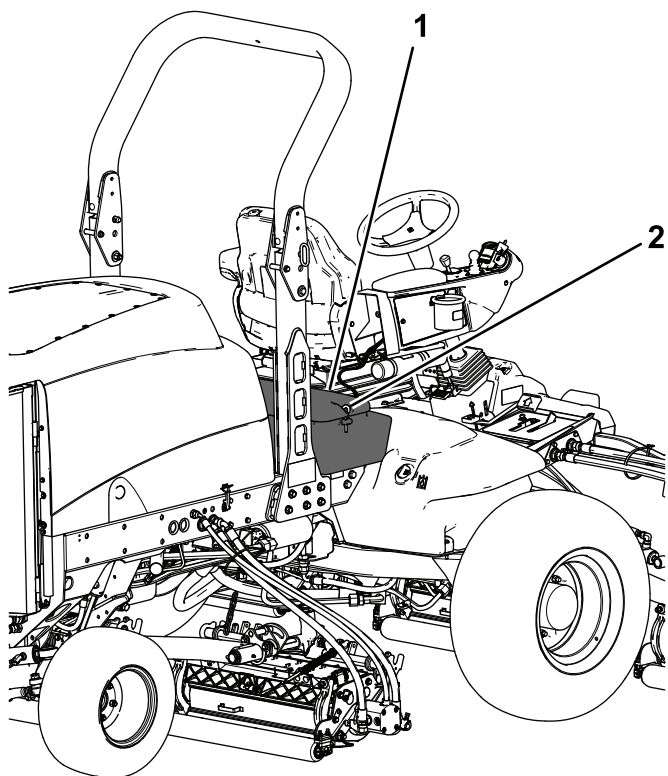

Figura 59
2. Desbloqueie e eleve o painel da consola do operador (Figura 59).